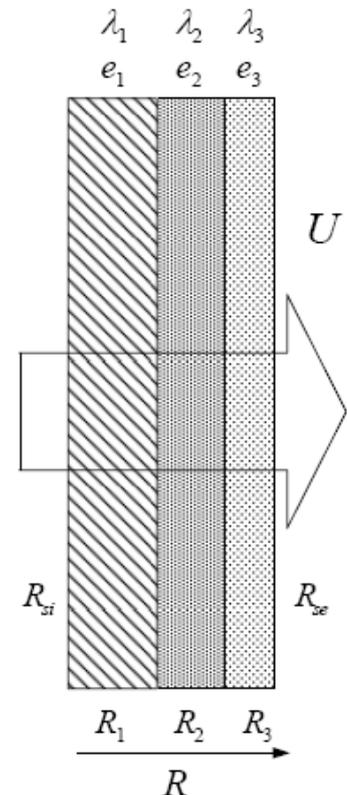

Figure 2
**2** - Soit une paroi constituée de n couches de matériaux isolants thermiquement homogène voir Figure 2,